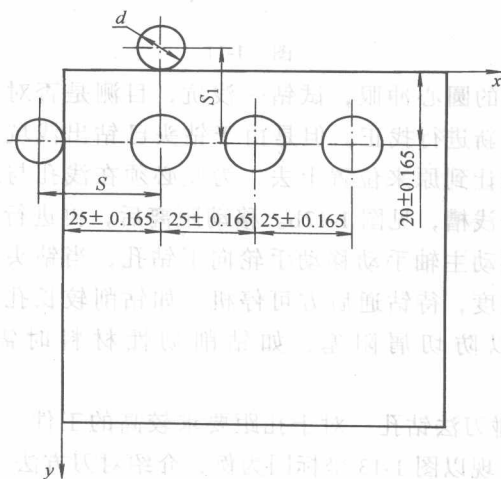

图 1-13
2) 按碰刀法钻孔—对于孔距要求较高的工件，可用碰刀法对刀加工。现以图 1-13 坐标图为例，介绍对刀方法。
- ① 划出加工参考线，并打上样冲眼。
- ② 选用  $\phi 10\text{mm}$  键槽铣刀（或圆销），反向装夹。
- ③ 移动纵向工作台，使刀柄外圆与工件左侧端面相接触，可用  $\delta = 0.03\text{mm}$  的塞尺检查，然后  $x$  方向移动距离  $S$  为